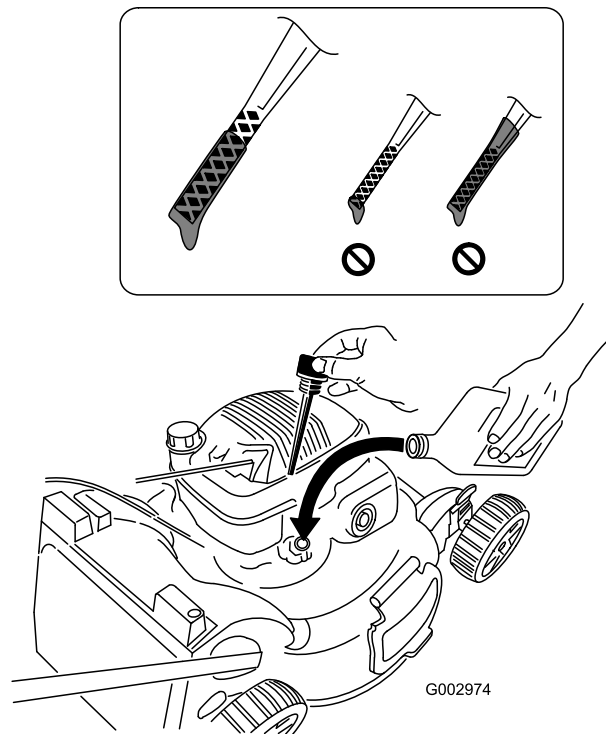

Figura 5
1. Retire la varilla (Figura 5).
2. Vierta aceite **lentamente** por el tubo de llenado de aceite, comprobando el nivel con la varilla de vez en cuando, hasta que la varilla indique que el motor está lleno, tal como muestra Figura 5. **No llene demasiado.** (Capacidad máxima: 0,55 l, **tipo: aceite detergente SAE 30W** con clasificación de servicio API SH, SJ, SL o superior.)
Nota: Cada vez que compruebe el nivel de aceite, retire la varilla y límpiela, introdúzcala en el cuello de llenado de aceite (sin enroscarla), luego retírela de nuevo y compruebe el nivel (Figura 5).